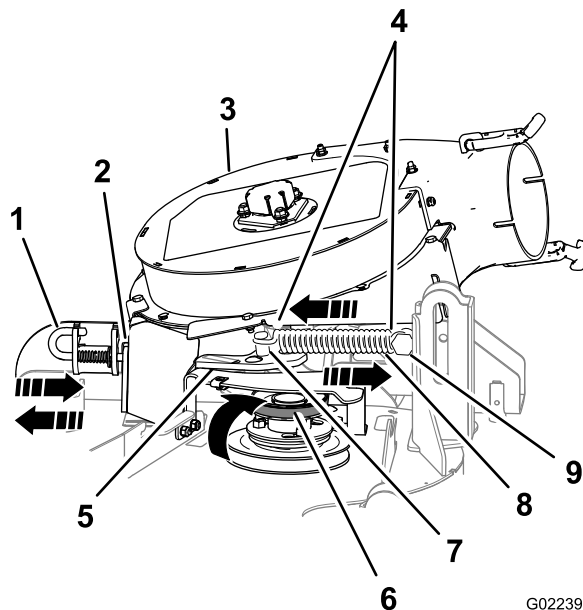

図 9
1. 固定されているスプリングポストから、スプリング付きアイドラプーリを引き離し、アイドラプーリからベルトを外す 図 9。
2. アイドラピボット・ブラケットを固定スプリングポスト側に移動させる。アイドラスプリング・ポストからスプリングのフック部を外す 図 9。
5. ブロアのラッチピンをオープン位置にして、ブロアを外側に向ける 図 9。
3. ブローラッチのピンを開いて、ブローをデッキ側に回し、ラッチのピンをシュートブラケットに固定する 図 9。
6. アイドラ/テンションプーリを、固定スプリングポスト側に倒して、スプリングのフックをアイドラスプリングポストに取り付ける 図 9。